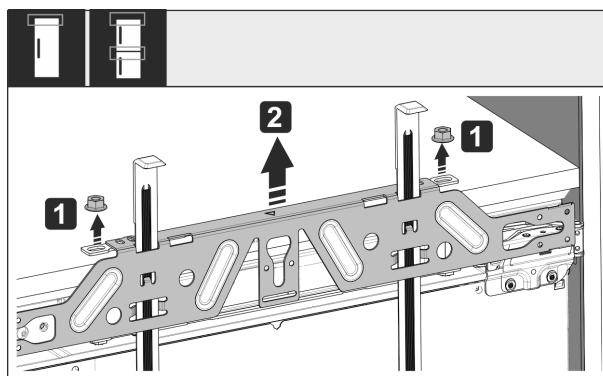

Fig. 58
- ▶ Ослабте контргайки Fig. 58 (1).
- ▶ Зніміть кріпильну поперечку Fig. 58 (2).